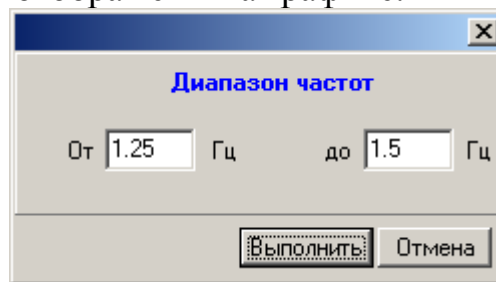

Рис.5.3
- Команды *Удалить начало* и *Удалить конец* предназначены для изменения объема данных, отображаемых на графике (укорочение графика). После ввода команды, курсор «мыши» приобретает крестовидную форму. Курсор перемещают на границу удаляемого участка графика и нажимают левую клавишу «мыши». Для графиков исходных процессов и спектров, координата абсциссы перекрестия не должна отличаться от координаты абсциссы граничной точки больше чем на пять пикселей. Для графиков областей курсор должен практически находиться на граничной точке (в пределах ± 5 пикселей по каждой координате). Поскольку расстояние между соседними точками на графиках областей в районе низких частот может быть значительным, удаление удобно выполнять в режиме *Вывод по точкам*. Для графиков областей доступна дополнительно команда *Установить диапазон*. По этой команде выводится окно (рис.5.3) для ввода диапазона частот, соответствующим точкам, которые будут отображены на графике.